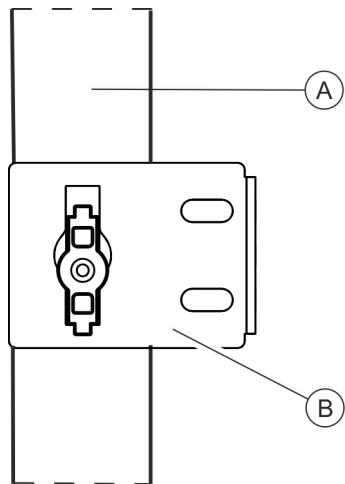

Fig. 14 : Montage avec équerres d'accrochage
1. ➔ Accrocher les équerres d'accrochage (Fig. 14 /Ⓟ) dans les attaches en bas et en haut du PDU (Fig. 14 /Ⓜ).